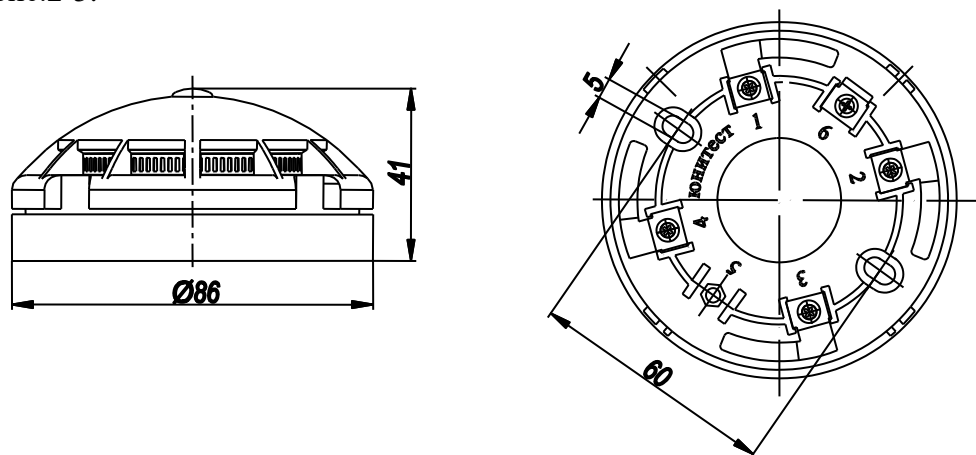

Рис.1. Габаритные и установочные размеры извещателя.
1.11. В двухпороговых шлейфах сигнализации для формирования сигнала "ПОЖАР-1" (ВНИМАНИЕ) обычно последовательно с извещателем устанавливают дополнительный резистор. В ИП212-90 дополнительный резистор номиналом 1кОм установлен внутри извещателя и включен между клеммами 1 и 2, что позволяет упростить работы по монтажу извещателей при их работе с ПКП типа "Сигнал-20П", "Сигнал 20П SMD", "ВЭРС", "Гранит", "Минитроник 8/24", адресными метками системы "Юнитроник". Для формирования извещений «ВНИМАНИЕ» или «ПОЖАР» применяются соответствующие схемы включения извещателя, показанные на рис.1 и 2. Извещения подаются путем замыкания шлейфа сигнализации в прямой полярности с остаточным напряжением 8,5В.
2.1. Габаритные и установочные размеры извещателя представлены на рис.1, схемы подключения на рис.2-5.